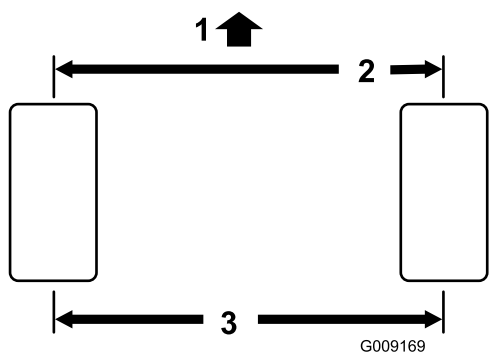

Рисунок 114
- Измерьте межцентровое расстояние (на высоте моста) на передней и задней сторонах рулевых колес (Рисунок 114).